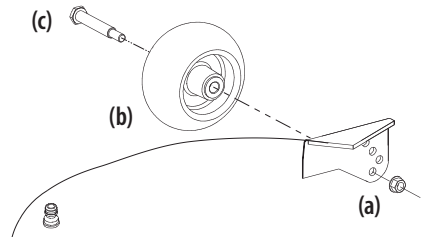

Figure 11
6. Retirez l'écrou autobloquant (a), la roue antidégazonnement (b) et le boulon à épaulement (c) du plateau de coupe. Voir Figure 11.
7. Insérez le boulon (c) dans un des quatre trous du support de roue. Il faut un dégagement de 6,35 mm (1/4 po) à 12,7 mm (1/2 po) entre la roue et le sol. Voir Figure 11.